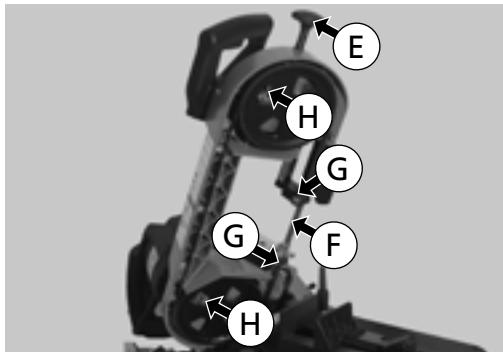

Fig. 50
5. Reduzca al máximo la tensión de la hoja de corte girando el pomo de tensión (E) en sentido contrario a las agujas del reloj (Fig. 50).
6. Extraiga de las guías la hoja de corte y desplácela alrededor de las ruedas (H) (Fig. 50).